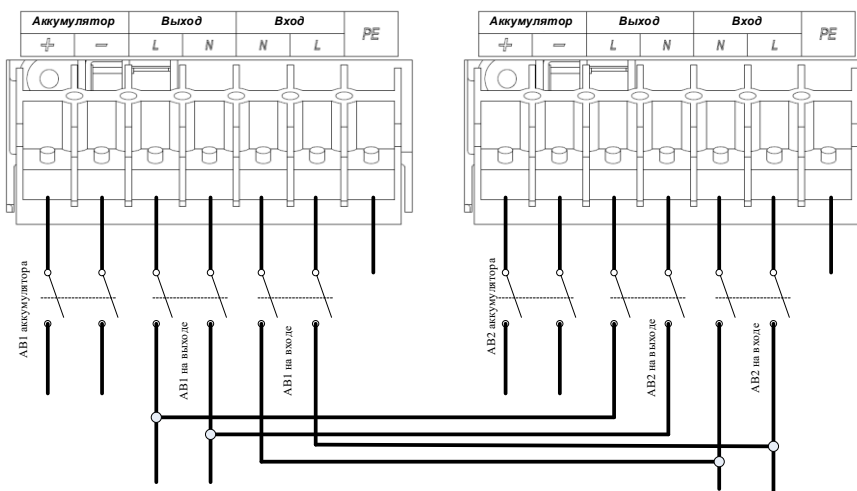

Рисунок 2-6. Монтажная схема параллельного подключения
- 2) Соединить входные кабели каждого ИБП с независимым выключателем перем. тока как на рис. 2-6.